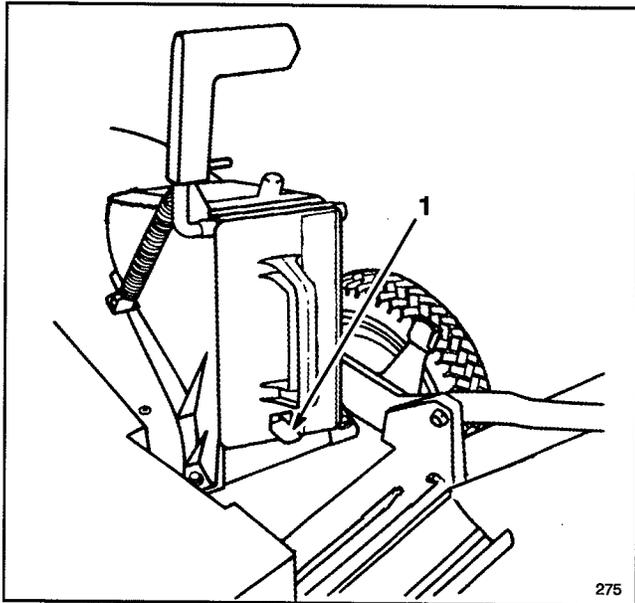

Figure 13
3. Engager l'obturateur à fond jusqu'à ce que le loquet à ressort du bas de l'obturateur s'encliquette, assujettissant fermement ce dernier dans le conduit de l'éjecteur (Fig. 13). Relâcher la poignée du volet d'éjection pour verrouiller le haut de l'obturateur.